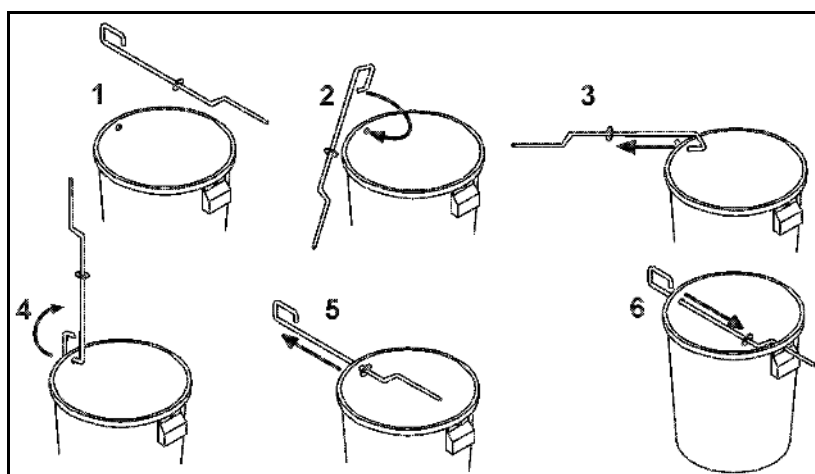

Рис. 39
1. Выверните барашковый винт (Рис. 39/1).